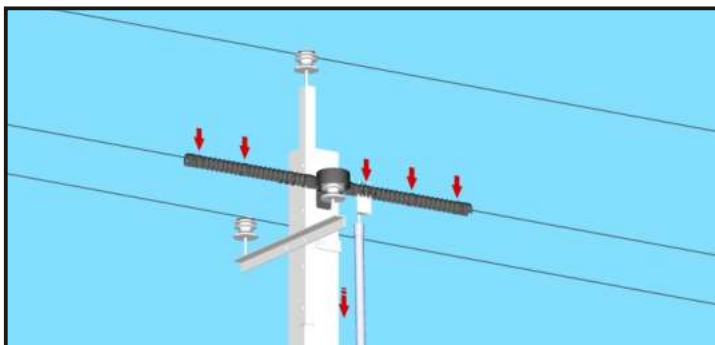

Рис. 18.
7.3.6. Крюком захвата защелкнуть оставшиеся пять клипс плавным нажатием вниз (Рис. 18).